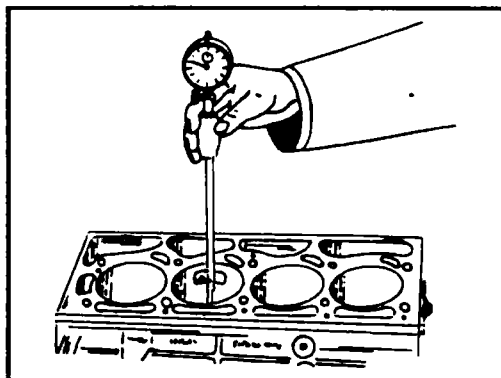

Рис. 2.38 Измерение диаметра цилиндра
Для работы необходим индикаторный нутромер, так как только с его помощью можно достаточно точно измерить диаметр цилиндра сверху, в середине и снизу (см. рис. 2.38 и 2.39). Измерения производите в продольном и поперечном направлениях на расстоянии 10 мм от верхнего и нижнего краев и в середине хода поршня. Всего Вам необходимо выполнить шесть измерений для каждого цилиндра. Сравните измеренные величины с величинами, приведенными в таблице 1. Максимальное отклонение от номинальных величин составляет 0,08 мм. Ремонтные размеры также собраны в этой таблице. Если хотя бы один цилиндр изношен
- ◆ При помощи индикатора-нумератора измерьте диаметры цилиндров на расстоянии 10 мм от верхнего и нижнего края (см. рис. 2.38).